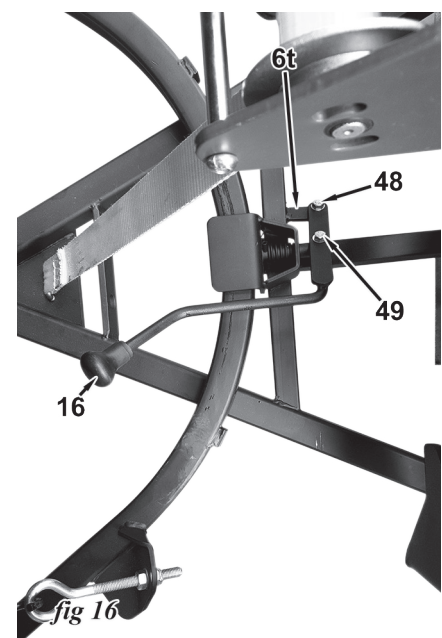

fig 16
16. Assembler la poignée de verrouillage au cadre A pour qu'elle opère la barrure à ressort dans la partie supérieur du cadre A de façon facile. Visser l'extrémité du manche à l'opposé de la poignée (16, fig.16) à l'œil dans le petit onglet dans le centre traverse du cadre A (6t, fig.16) avec un boulon M8 x 25 mm (48, fig.16) et 2 x 8 mm rondelles. Fixez avec un écrou de 8 mm Nylock. Visser la poignée pour le trou de la goupille de verrouillage d'angle avec un boulon M8 x 35 mm (49, fig.16) et 2 x 8 mm rondelles. Fixez avec un écrou de 8 mm Nylock.
17. Fixer le déflecteur de neige sur la partie supérieure de la lame. Placer le déflecteur de caoutchouc le long de l'angle en haut de la lame de charrue. Utiliser les longues et le court baguettes de métal pour boulonner en place. Fixer en place avec les boulons (7) M10 x 25 mm à la lame à travers tout sauf les deux trous d'extrémité. En fin les deux trous des extrémités, insérez les bouts filetées des deux marqueurs de la lame. Boulonner le tout avec des écrous de 9 x M10 enfilées sur du dessous de la bride.